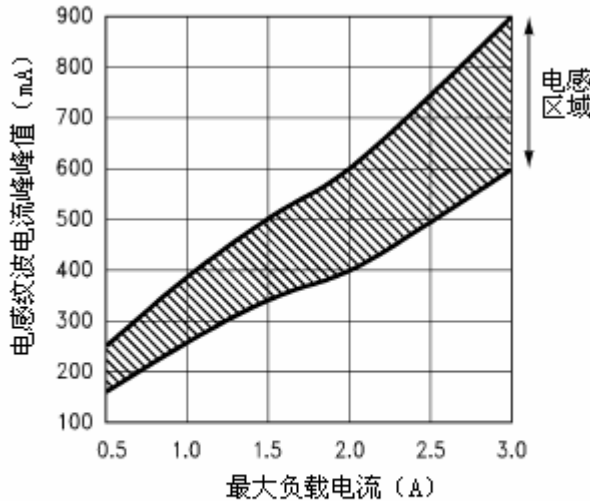

图16. 电感纹波电流的峰峰值与负载电流的关系曲线
7. 输出纹波电压和暂态电压：工作在连续模式下的开关电源的输出电压可能会在开关频率上包含一些锯齿波电压，而在锯齿波的峰值上可能会含有一些短毛刺。输出纹波电压是由电感的纹波电流和电容的等效电阻引起的，典型的输出纹波电压可以从输出电压的 0.5% 到 3%，要获得小的纹波电压，输出电容的等效电阻一定要小，但是，当使用等效电阻极小的输出电容时，一定要注意这可能会影响反馈环路的稳定性，并最终导致输出端的震荡问题。如果希望输出纹波电压很小（低于 20mV），则推荐使用后置纹波滤波器，所需电感的典型置为 $1\mu\text{H}\sim 5\mu\text{H}$ 。也需要低等效阻抗的输出滤波电容以确保良好的动态负载响应和纹波抑制，电压毛刺是由输出开关管和二极管的快速开关、输出滤波电容的寄生电感以及与此相关的导线等引起的。要降低这些电压毛刺，就要用专门的适合于开关调节器的电容，同时，它的管脚一定要短。环线电感、分布式电容以及用于测量暂态电压的示波器探针都会引起毛刺电压。当调节器工作于连续模式时，电感电流波形从三角波变化到锯齿波（有输入电压决定）。对一个给定的输入和输出电压，电感电流波形的峰峰值就是一个常数，随着负载电流的升或降，电流的锯齿波也会升或降，电流波形的平均值等于直流负载电流值。如果负载电流降到足够的低，电流锯齿波的波谷就变为 0，调节器（开关电源）就可以在连续和非连续之间转化。在开关调节器的设计中，如果知道电感纹波电流的峰峰值将有利于电路中其他参数的确定，象电感或开关管的峰值电流、电路在转换为非连续模式之前的最小负载电流、输出纹波电压以及输出电容等效阻抗这些参数都可以由电感纹波电流的峰峰值计算出来。利用图 4~图 8 来选择电感值，则电感纹波电流的峰峰值就可以立即算出，图 16 示出了可由不同的负载电流确定的电感纹波电流的峰峰值的范围。曲线图也
考虑如下的例子： $V_{OUT}=5V$ ， $I_{LOAD(max)}=2.5A$ ， $V_{IN}=12V$ （在 10~16V 间变化）。如图 5，2.5A 的垂直线和 12V 的水平线的交叉处几乎是 33 μH 电感区域顶边和底边的中间，33 μH 电感峰值电流时最大负载电流的一个百分点。参照图 16，2.5A 电流线所经过的电感区域的中间所对应的电感纹波电流的峰峰值约为 620mA。当输入电压增加到 16V 时，交点就到了电感区域的顶边，对应的电感纹波电流的峰峰值也增加，参照曲线图 16，可见负载电流为 2.5A 时，输入电压为 12V 时，对应的电感纹波电流的峰峰值为 620mA；当输入电压为 16V 时，对应的电感纹波电流的峰峰值为 740mA；当输入电压为 10V 时，对应的电感纹波电流的峰峰值为 500mA。一旦电感纹波电流的峰峰值已知，就可以利用下面的公式计算开关调节器电路的其它参数。